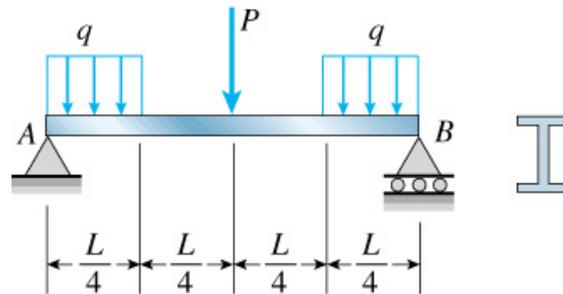

Figura 20 – Viga simplesmente apoiada. (Gere, 2003).
5. Uma viga simples AB é carregada conforme ilustrado pela Figura 20. Calcule o módulo de seção S exigido se $\sigma_{adm} = 16000 \text{ psi}$, $L = 24 \text{ ft}$, $P = 2000 \text{ lb}$ e $q = 300 \text{ lb/ft}$. Selecione então uma viga em I adequada (em forma de S) da Tabela E.2, e recalcule S (módulo de seção) levando em consideração o peso da viga. Se necessário, selecione uma nova viga.